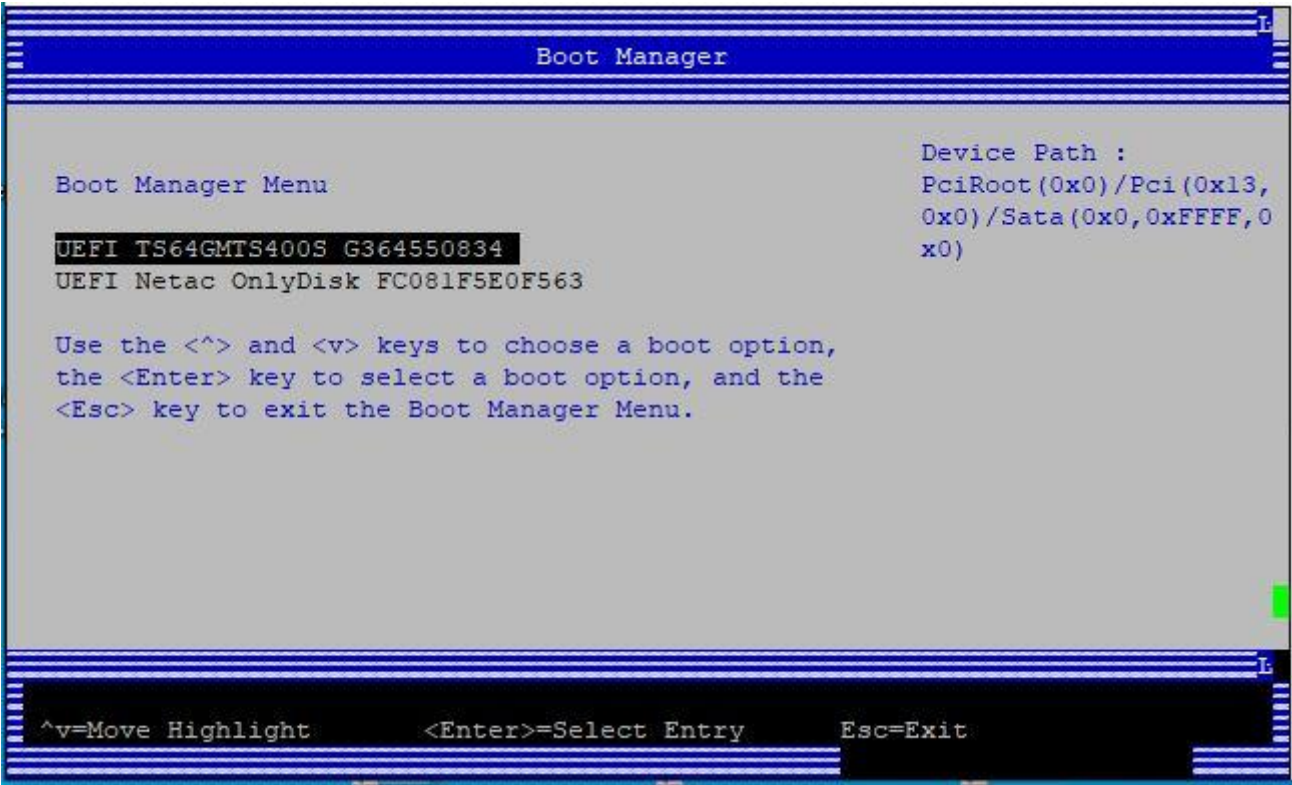

Рисунок 13 – Меню «Boot Manager»
2.3.2.6 В меню «Boot Manager» необходимо выбрать носитель, с которого выполняется загрузка ОС (рисунок 13).